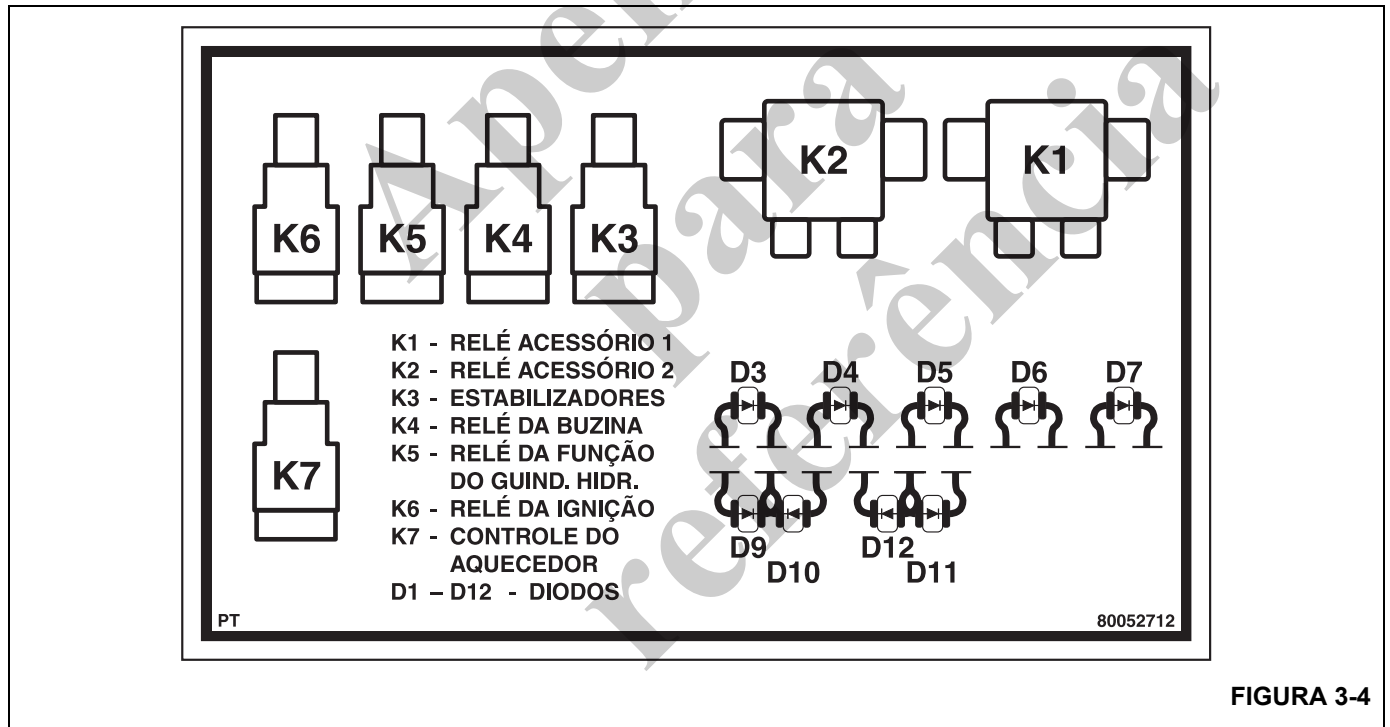

FIGURA 3-4
A maioria dos circuitos elétricos da superestrutura é protegida pelos componentes do conjunto do painel de relés (Figura 3-4) e do painel de fusíveis (consulte a Figura 3-2).
O painel de fusíveis localiza-se na parede traseira da cabine, atrás do assento, e contém 20 fusíveis. Para obter acesso aos fusíveis, solte os parafusos de polegar e remova a tampa. Um adesivo (Figura 3-4) na tampa identifica cada fusível, sua função e amperagem. Os fusíveis 1, 2, 3, 4, 5 e 6 são energizados quando a bateria está conectada. Os fusíveis 7 a 16 são energizados quando a bateria está conectada e a chave de ignição está na posição RUN (1) (FUNCIONAR) ou ACC (3) (ACESSÓRIO).
A superestrutura tem 7 relés (Tabela 3-4) (Figura 3-3 e 3-4) que controlam muitas de suas funções. Os relés estão localizados no conjunto do painel de relés da superestrutura (Figura 3-4).